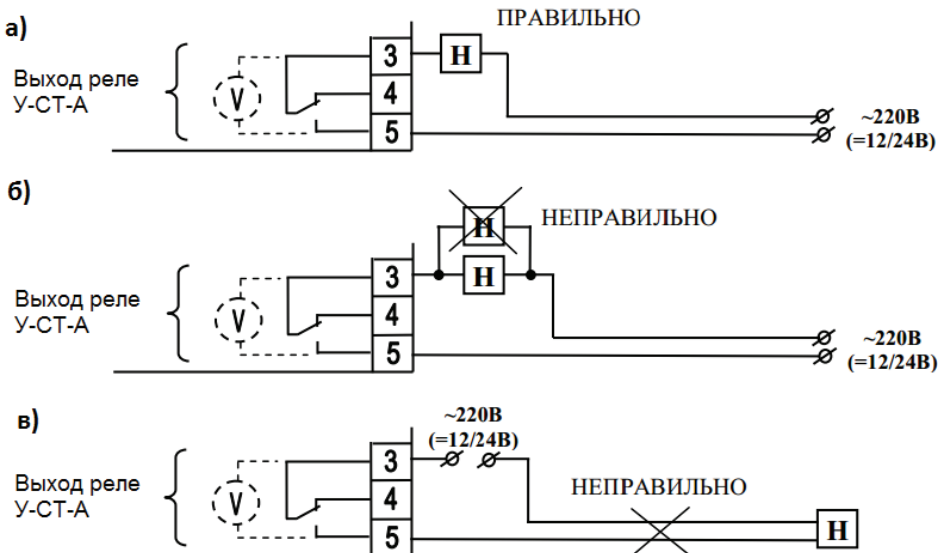

Рис. 1 Особенности подключения нагрузки к У-СТ-А.
3.5. На рис. 1 показаны наиболее часто встречающиеся ошибки подключения нагрузки к контактам У-СТ-А. На рисунке представлен также принцип контроля цепи управления, который условно может быть представлен как вольтметр, измеряющий напряжение между клеммами 3 и 5.
- 3.6. Как демонстрирует рис.1б, У-СТ-А обеспечивает контроль исправности цепи только одной подключенной нагрузки – обрыв цепи второй нагрузки обнаружен не будет. При этом для эффективного контроля исправности нагрузки и цепи управления рекомендуется устанавливать У-СТ-А вблизи нее (см.п.3.2, 3.4). При работе с удаленной нагрузкой, как показано на рис.1в, короткое замыкание в проводах, питающих нагрузку, обнаружено не будет.